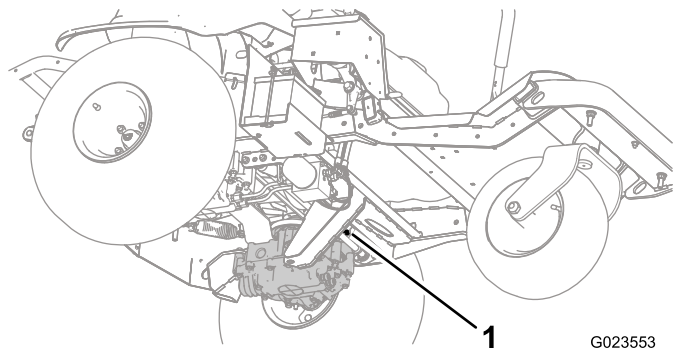
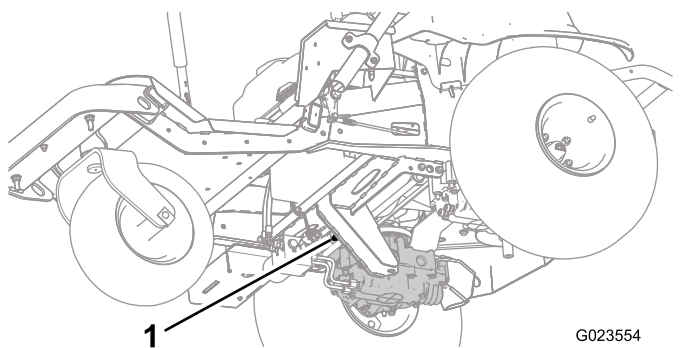
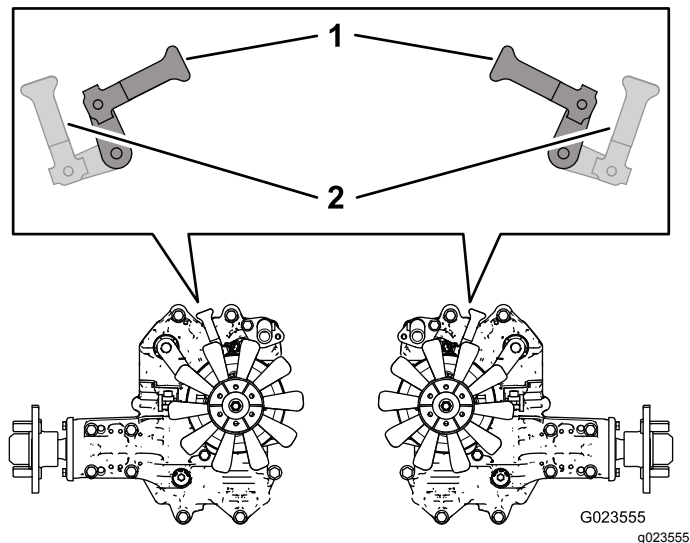

図 27
図 28
図 29
2. マシンの下側から、バイパスバルブレバー図 27 および図 28を回してそれぞれが機体の内側を向くようにする図 29。次に、駐車ブレーキを解除する **駐車ブレーキの使用方法 (ページ 21)** を参照。
3. マシンの移動が終了したら、左右のバイパスバルブレバーを元通りに前向き通常走行モードに戻しておく図 29。